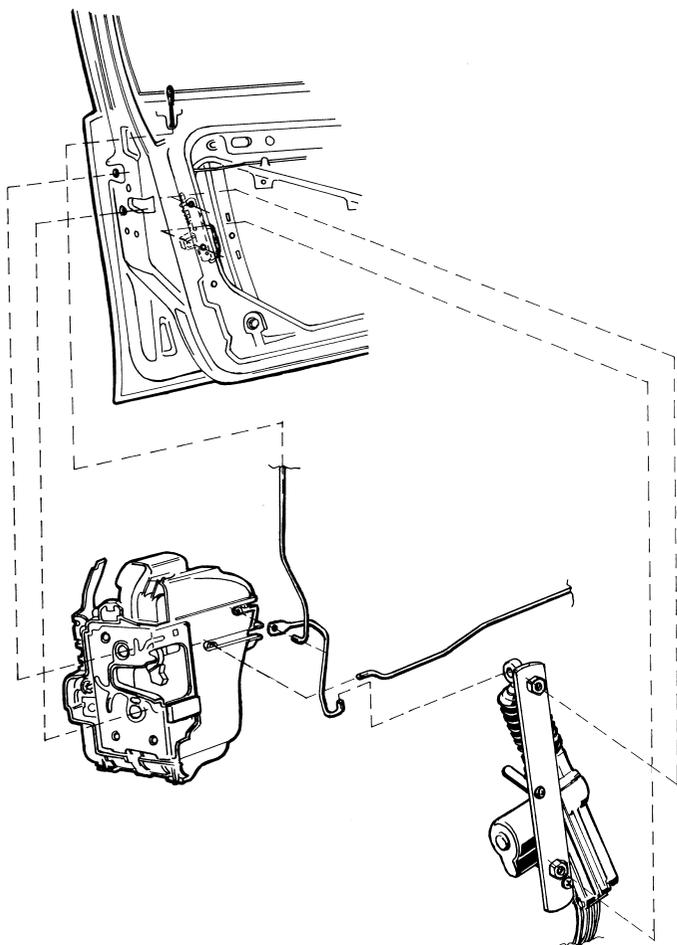

Bild 4
7. Gemäß Bild 4 legen Sie den Zug für die Betätigung der Tür vorne links unter den Originalzug der Sicherung. Das auf diese Weise komplettierte Schloß montieren Sie zurück in die Tür. An das zweite Ende des Zuges hängen Sie den Motor mit Halterung an, den Sie mit Schrauben M6 an einer Seite in die Originalöffnung und an der zweiten Seite in die vorgebohrte Öffnung anschrauben.